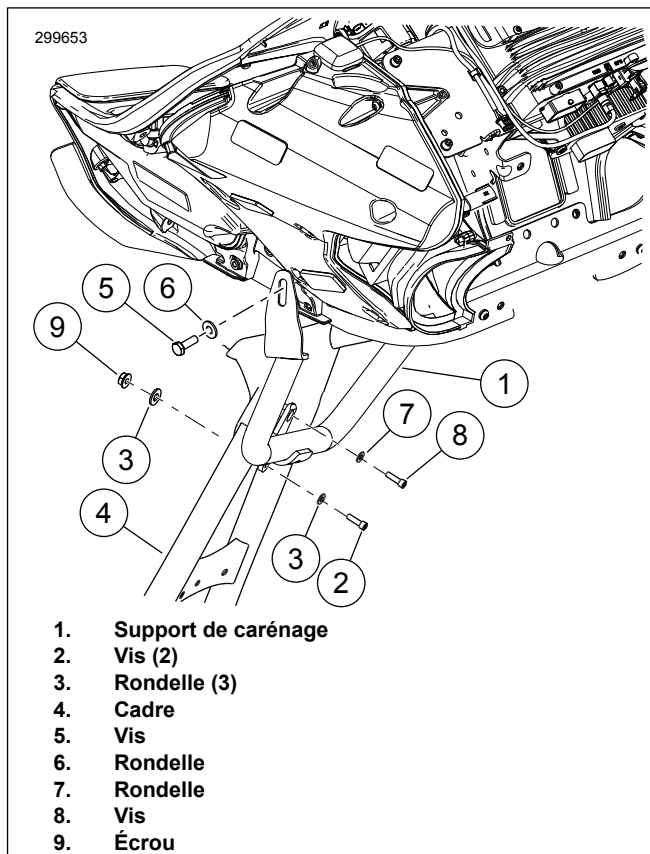

Figure 3. Installation du support de carénage
1. Consultez Figure 3 . Maintenez le support de carénage en position et attachez, sans la serrer, la fixation de support au centre du carénage à l'aide des nouvelles vis à tête creuse hexagonale (2, 8), des rondelles plates (3, 7) et de l'écrou (9) du kit.
2. Installez les supports latéraux sur la motocyclette à l'aide des deux vis (5) et rondelles (6) retirées précédemment.